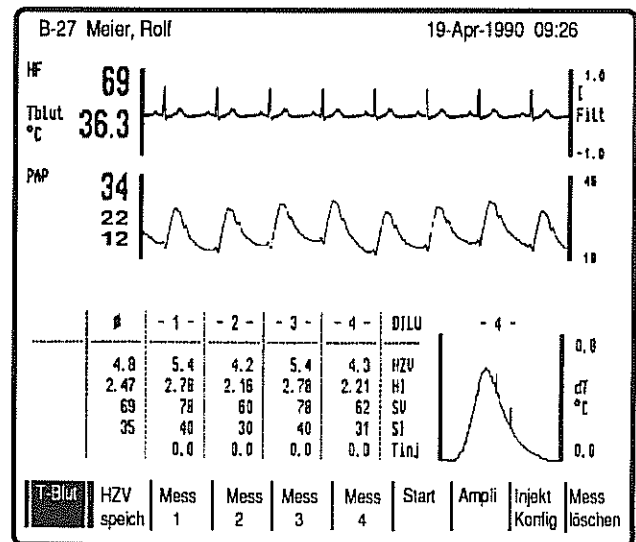

Bild 13
- * In der linken Spalte **Ø** wird der Mittelwert aus den Einzelmessungen angezeigt (Bild 13).